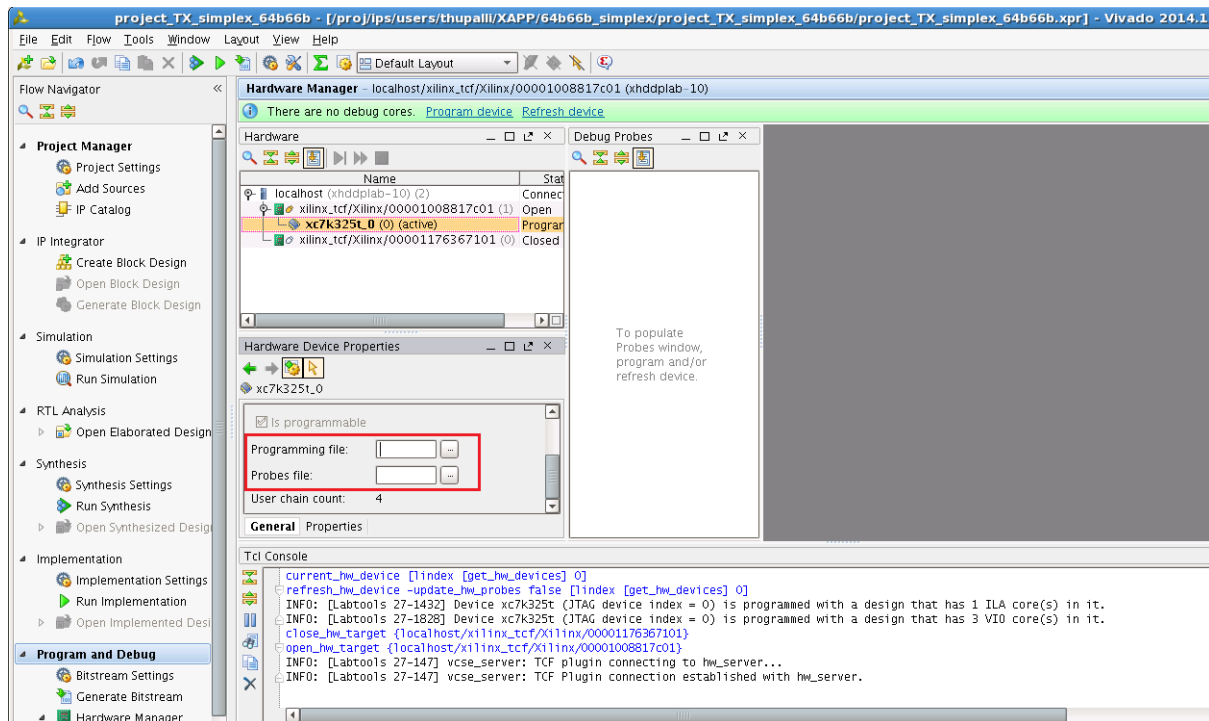

図 19 : [Hardware Device Properties] ビュー
6. [Hardware] ビューでアクティブなデバイス [XC7K325T\_0 (0)] をクリックします。
7. [Hardware Device Properties] ビューで、[Programming file] に受信プラットフォームのビットストリーム名 (aurora\_64b66b\_0\_exdes.bit) を指定し、[Probes file] に対応する .ltx プローブ ファイル名 (debug\_nets.ltx) を指定します。図 19 を参照してください。